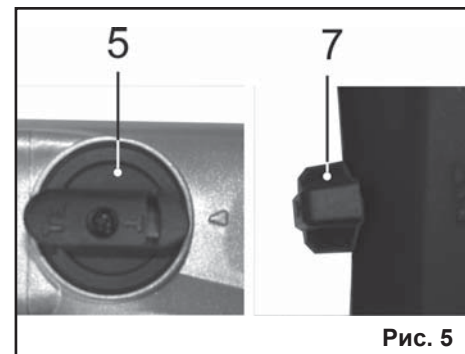

Рис. 5
9.4.4. Зафиксируйте это положение, установив переключатель «Б» (7) в положение «сверление с осевым ударом» согласно Рис.5.